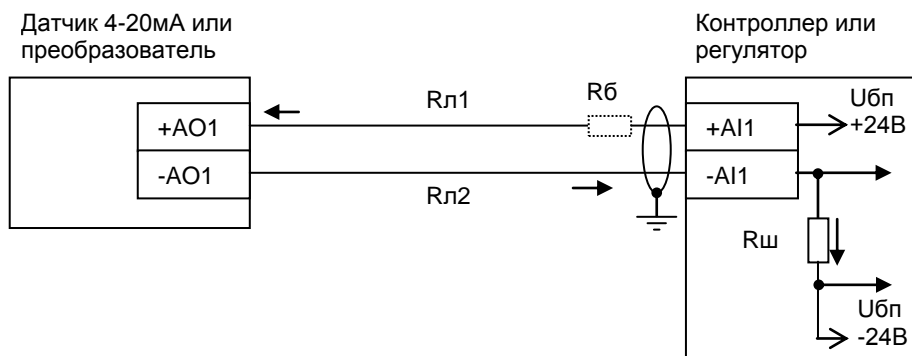

Рисунок 1 – Схема подключения датчика к контроллеру, имеющему встроенный блок питания
Используя формулу (1), можно определить **максимальную длину линии связи (сопротивление одной линии связи)** по формуле (2). Учитывая, что $R_{л} = R_{л1} + R_{л2}$ (см. рис.1, 2):
$R_{л}$ – сопротивление линии связи, Ом; $R_{л} = R_{л1} + R_{л2}$ (см. рис.1, 2);
Расчетная мощность потребления не должна превышать мощности, указанной в руководстве по эксплуатации на подключаемый датчик (или преобразователь). Если расчетная мощность превышает указанную мощность в документации, необходимо, подключить последовательно балластный резистор $R_{б}$ (см. рис.1, ориентировочное сопротивление 100 Ом ... 1 кОм) и повторить расчет с учетом сопротивления $R_{б}$.